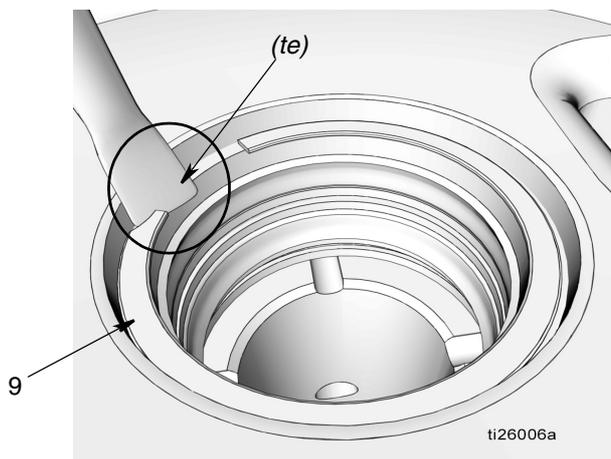
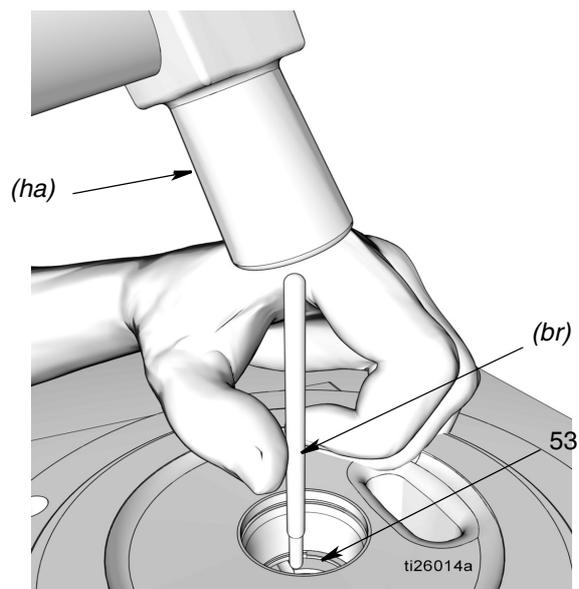

FIG. 28
FIG. 29
- a. Deslice la hoja de un pequeño destornillador plano por debajo del borde cónico (*te*) del anillo de retención (9) y extraiga el anillo como se observa en FIG. 28.
- b. Extraiga el espaciador cónico (10), la junta (11) y el espaciador (12).
- c. Deslice la hoja de un pequeño destornillador plano por debajo del borde cónico (*fe*) del anillo de retención (51) para desmontar el anillo como se observa en FIG. 28 y extraiga el anillo de retención.
- d. Retire el espaciador (12), la junta (11) y el otro espaciador (12).
**NO SAQUE EL ÚLTIMO ANILLO DE RETENCIÓN (51).**
20. Utilice una varilla de latón blanda (*br*) y un martillo y golpee suavemente el manguito del elemento de la bomba (53) hasta extraerlo de la base de la bomba (1) (FIG. 29).